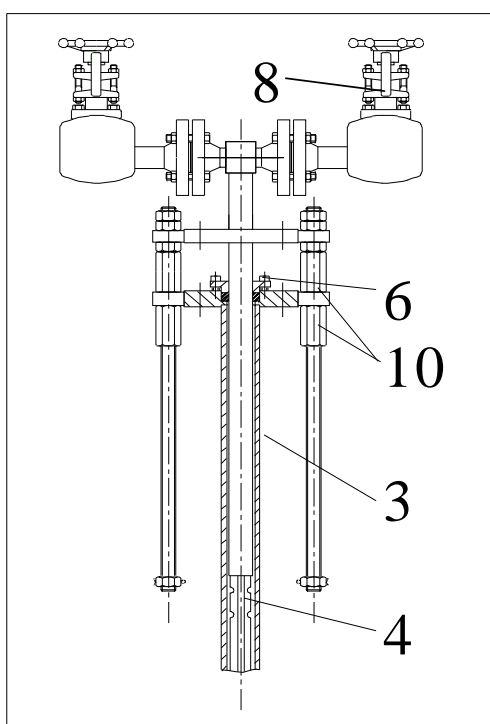

Abb. 13: Sensorprofil im eingeschobenen Zustand
- Wenn die Sonde vollständig eingefahren ist, sollten die Gewindestangen mit den Muttern {10} in folgender Position befinden. (Abb.13).